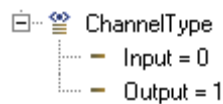

Figura 2.28. Sintaxis abstracta: ChannelType.
- **ChannelType:** Tipo del canal de comunicación. Podrá ser de entrada (*Input*) o de salida (*Output*). Ver Figura 2.28..